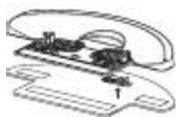

Рисунок 1
- 1> Откройте пробку в нижней части емкости для воды, налейте чистую воду до отметки между 1/2 и 2/3 объема емкости. После этого надежно закройте пробку и прикрепите тряпку на нижнюю сторону емкости для воды. См. рисунок 1.